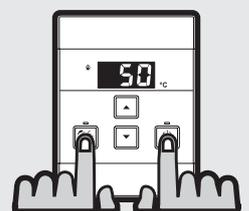

Fig. 3
6. Fixe o controle remoto na parede usando os parafusos apropriados (Fig. 3).
Apenas no controle principal, pressione e segure os botões 'Priority' e "On / Off" simultaneamente (Fig. 3) até que um 'bipe' seja ouvido (aproximadamente 5 segundos).